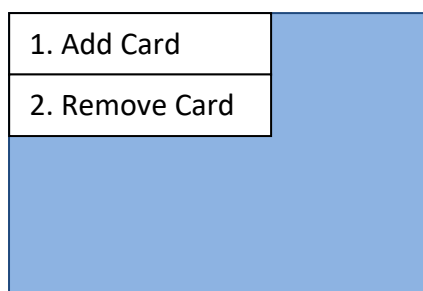

Figura 70 - Pantalla de control tarjeta RFID
- 2) En la pantalla en Figura 68, seleccione la opción '3. Management' y pulse en Confirmar/Intro. Espere a que aparezca la página en Figura 70.